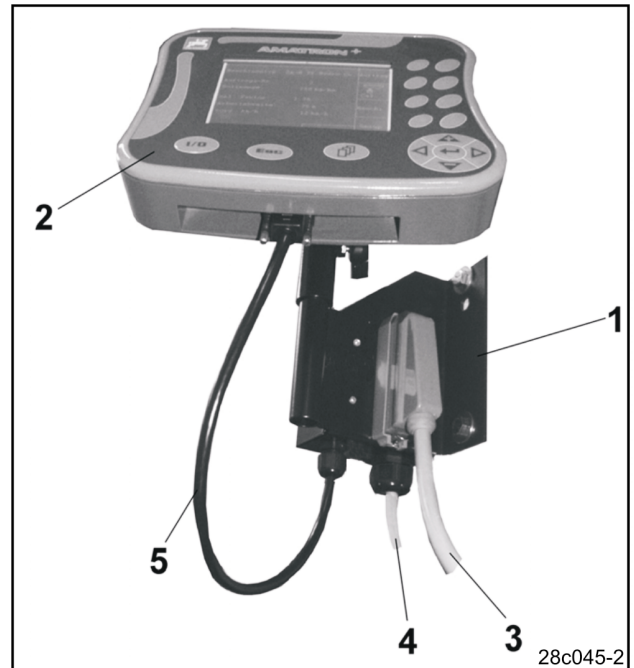
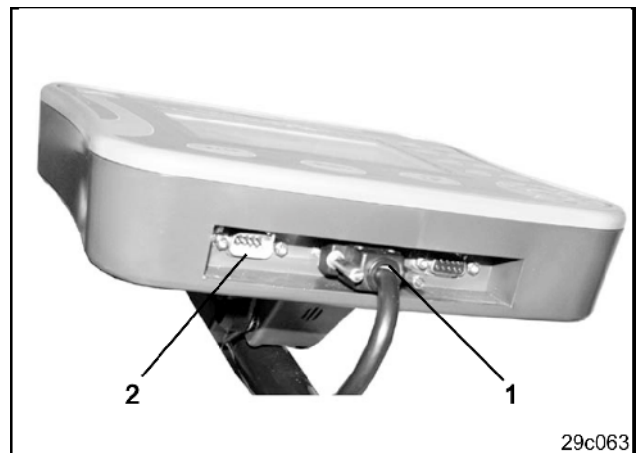

Fig. 3
Fig. 4
Instrumentet (Fig. 3/2) är en universalenhet som kan anslutas till alla AMAZONE-maskiner avsedda för **AMATRON⁺**.
Anslut instrumentet (Fig. 3/2) resp konsolen (Fig. 3/1) enligt följande:
- anslut såmaskinen via kontaktdonet (Fig. 3/3)
- anslut batterikabeln (Fig. 3/4) till traktorbatteriet. Anvisningar för strömförsörjning, se avsnitt 3.3.
- anslut förbindelsekabeln (Fig. 3/5) till instrumentet (Fig. 3/2).
- Stickkontakten för anslutningskabeln (Fig. 3/5) ansluts till det mittre 9-poliga uttaget på instrumentet (Fig. 4/1).
- En GPS-terminal kan anslutas till den seriella kontakten (Fig. 4/2).